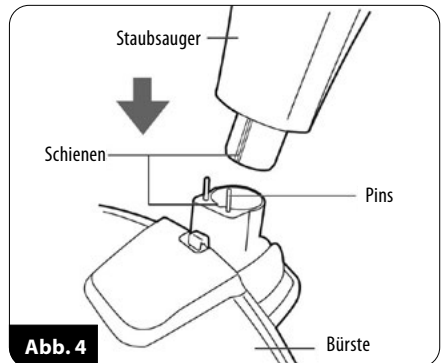

Abb. 4
6. Die Elektrobürste (14) an der unteren Buchse des Hauptgriffs anbringen. Achten Sie darauf, die empfindlichen Pins nicht zu beschädigen. Die Griffeneinheit verfügt über eine Schiene, auf der die Elektrobürste in der korrekten Position (Abb. 4) montiert werden kann.